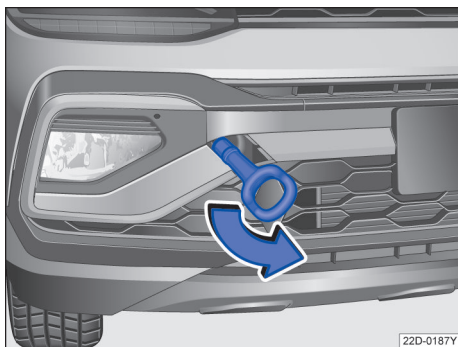

图 150 安装牵引环
- 将牵引环朝箭头方向拧入螺纹孔内，直到限位位置→ 图 150。